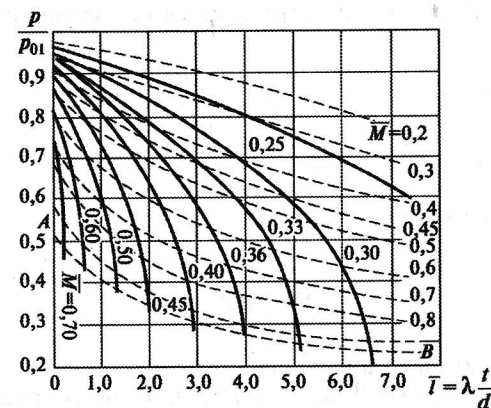

Рис. 8.1
Обратимся к графику на рис. 8.1 и по  $\bar{l}$  и  $\bar{M}$  определим  $\frac{p}{p_{01}}$ , затем
$p_{01}$ . Если при расчете оказалось, что расчетная точка находится ниже кривой  $AB$ , то в конечном сечении  $\bar{M} = 1$  и  $v = a_{кр}$ . Отношение давлений  $\frac{p}{p_{01}}$  определяется точкой пересечения кривой  $AB$  на рис. 8.1 с
определяем  $a$  и далее  $M = \frac{v}{a}$ . После этого по графику на рис. 8.1 по  $\bar{l}$
Если расчетная точка на рис. 8.1 оказалась ниже кривой  $AB$ , то  $\bar{M} = 0,845$  и расчет выполняется так, как в предыдущем случае при  $M = 1$ . Различие состоит лишь в том, что температура  $T_1$  известна, а  $T_{01}$  неизвестна.
**Решение.** 1. При адиабатном процессе зададимся значением коэффициента  $\lambda = 0,02 \dots 0,03$  в предположении турбулентного режима течения. Определим приведенную длину газопровода  $\bar{l}$  и по отношению  $p/p_{01}$  с помощью графика на рис. 8.1 найдем  $\bar{M}_1$ . Далее по формуле (8.3) определим  $a_{кр}$ , затем  $v_1 = a_{кр} \bar{M}_1$ . Из уравнения (8.1), записанного для ресивера и начального сечения газопровода, определим
Если при решении данной задачи расчетная точка на рис. 8.1 или 8.2 оказалась ниже кривой  $AB$ , то, как и в задаче 8.1, это означает, что расход  $G$  определяется по точке пересечения кривой  $AB$  с вертикалью, соответствующей значению  $\bar{l}$ .